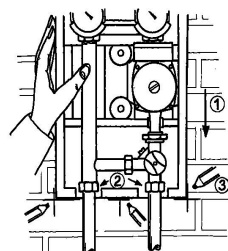

Рис. 1
Монтаж может осуществляться как отдельно (рис. 1, 2, 3), так и на распределительной гребенке (рис. 4).
3. Разметьте отверстия на стене (рис. 1).